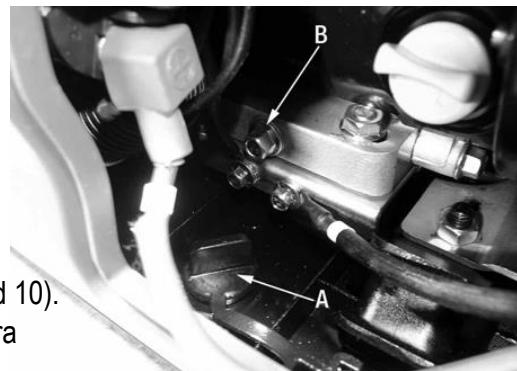

Bild 10
Byt motorolja enligt bild 10.
3) Öppna serviceluckan på elverkets framsida. Ta loss gummitappen (A, bild 10).
4) Öppna dräneringspluggen (B). Luta vid behov elverket framåt och dränera oljan från motorn.